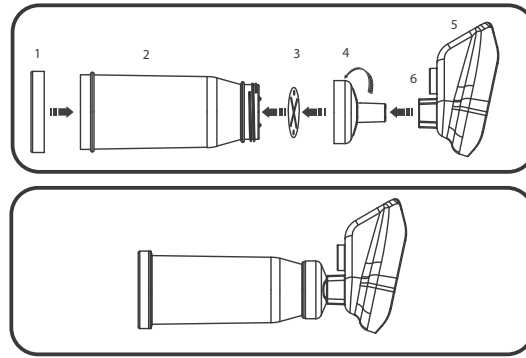

FIGURA 2 / IMAGE 2 – COMO HIGIENIZAR ESTE PRODUTO? / ¿CÓMO DESINFECTAR ESTE PRODUCTO? / HOW TO SANITIZE THIS PRODUCT?
3. Deje escurrir el exceso de agua. No frotar para secar. Dejar secar naturalmente, con la cámara en la posición vertical, de acuerdo con la **Figura 2*** ilustrada al final de esta instrucción.